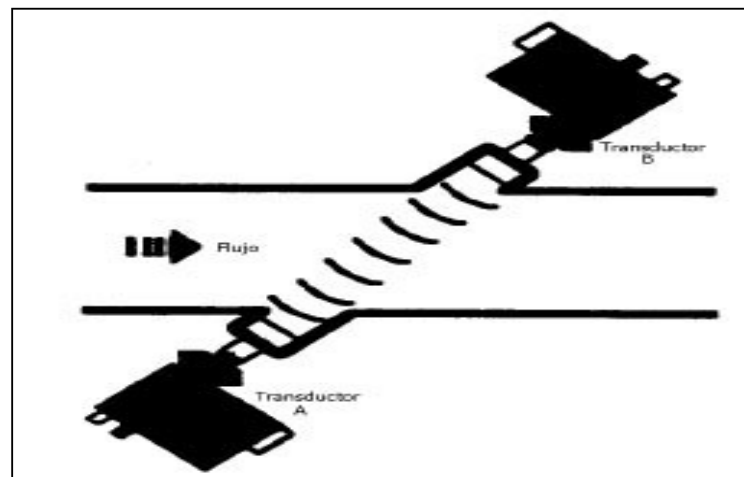

Ilustración 8: Medidor tipo ultrasónico
Este tipo de medidor ultrasónico utiliza el método de medición del tiempo de viaje de la onda de sonido. El medidor opera de la siguiente manera: se colocan dos transductores en posición opuesta, de modo que las ondas de sonido que viajan entre ellos forman un ángulo de 45° con la dirección del flujo en la tubería, (ver ilustración 8). La velocidad del sonido desde el transductor colocado aguas arriba (A) hasta el transductor colocado aguas abajo (B) representa la velocidad inherente del sonido en el líquido, más una contribución debido a la velocidad del fluido. De una manera similar, la velocidad medida en la dirección opuesta B a A representa la velocidad inherente del sonido en el líquido, menos la contribución debido a la velocidad del fluido. La diferencia entre estos dos valores se determina electrónicamente y representa la velocidad del fluido, la cual es directamente proporcional al flujo del mismo fluido. (BUENO, D., NIETO, W., 2010)